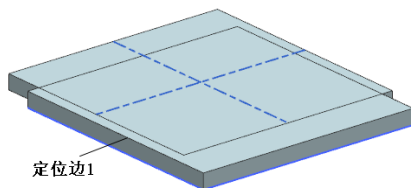
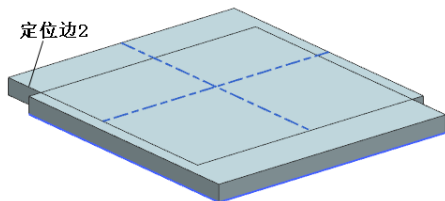

图 11-43 选择定位边 1
图 11-44 选择定位边 2
(10) 在视图区选择定位边 1，如图 11-43 所示。打开“水平”定位选择对话框。
(11) 在视图区选择定位边 2，如图 11-44 所示。
(14) 在视图区选择如图 11-43 所示的定位边 1 和如图 11-44 所示的定位边 2。打开“创